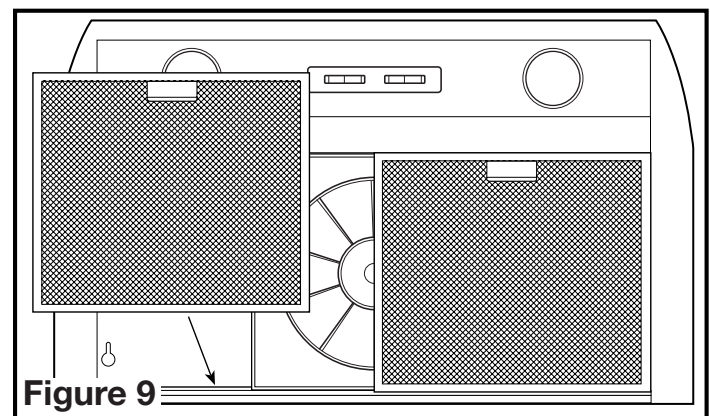

Figure 9
2. Réinstallez les filtres en les glissant dans les rainures, de chaque côté de la hotte, et en les poussant vers le haut jusqu'à ce qu'ils soient bien en place (Figure 9).